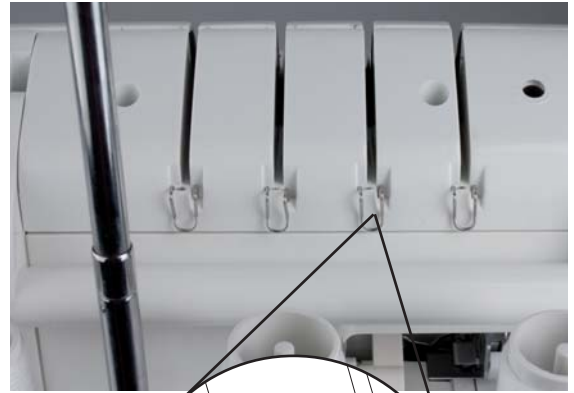

Bild 25
2. Trä tråden genom trådledaren genom att dra den nedåt tills den halkar in i trådledaren (2) (bild 25).